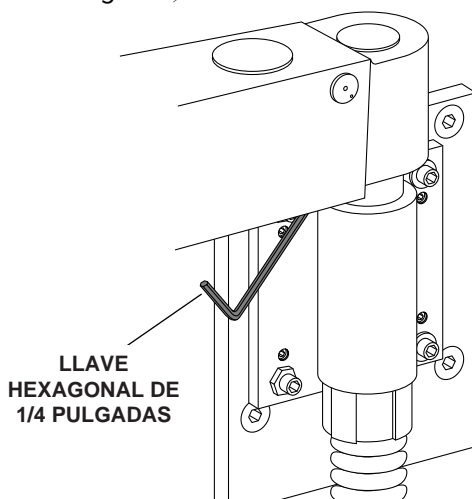

Figura 7. Ajuste de la tensión del resorte del brazo
1. Localice el tornillo de ajuste bajo el brazo (véase la figura 7).